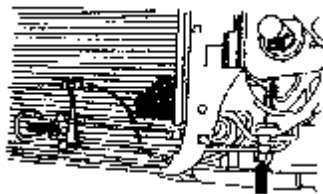

图 2-3 拧下动力液压油冷却管
(3) 拧下散热器下端的动力转向液压油冷却蛇形管路让它自由活动，注意不要打开液压油的回路，如图 2-3 所示。